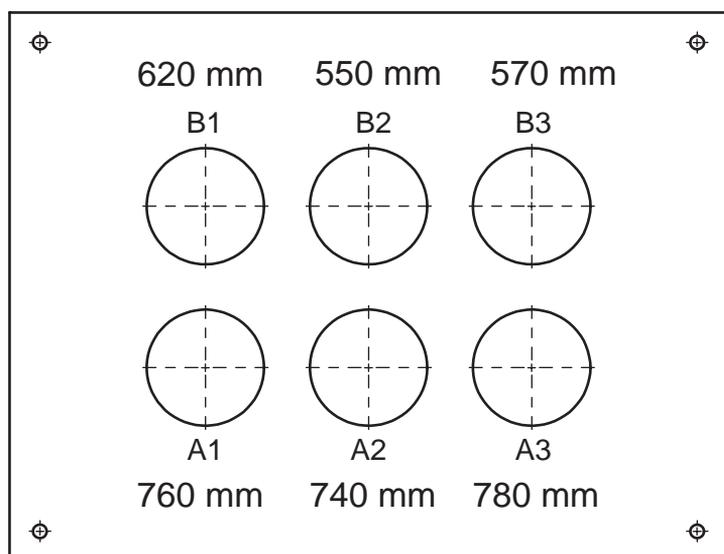
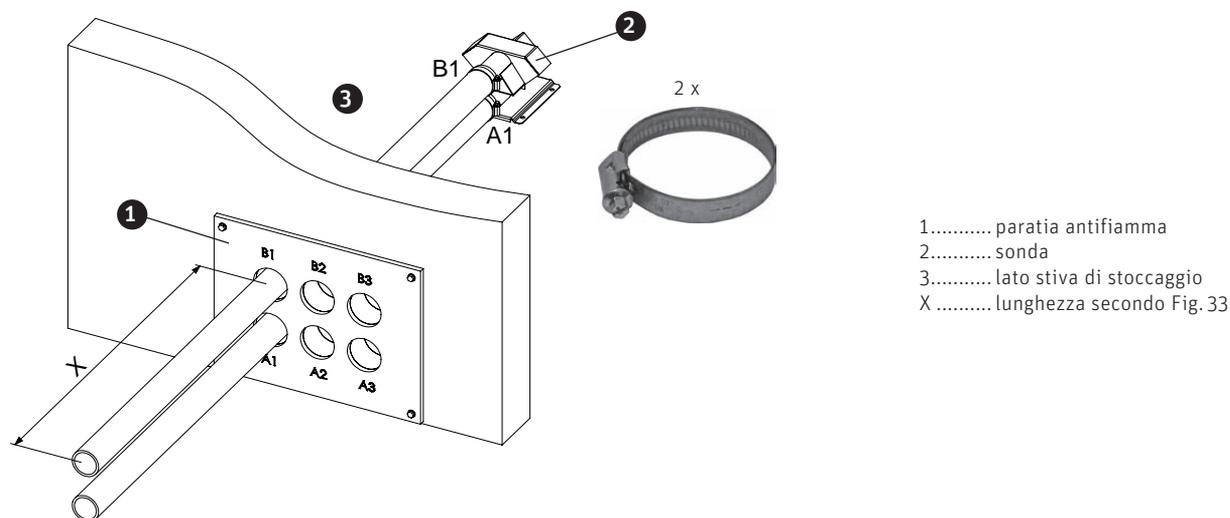

Fig. 33 Specifiche di lunghezza e designazioni dei collegamenti da A1 ad A3 e da B1 a B3
Fig. 34 Tagliare i tubi all'esterno della stiva di stoccaggio
- ▶ Far passare il tubo flessibile attraverso la paratia antifiamma con apertura "A1" (Fig. 33) e nel magazzino fino a 1. Posare la sonda in modo pulito – Fig. 34.
- Connettere il tubo alla connessione inferiore (A1) e fissarla con una clip per il tubo – Fig. 34.
- Tagliare il tubo flessibile all'esterno del magazzino alla rispettiva lunghezza specificata "A1" – Fig. 33, Fig. 34.
- Esporre il cavo di terra sull'avvolgitubo. Inserire il tubo tramite l'apertura „B1“ e indirizzarlo attraverso la camera di stoccaggio fino alla prima sonda – Fig. 33, Fig. 34.
- Connettere il tubo alla connessione superiore (B1) e fissarlo con una clip – Fig. 34.
- Tagliare il tubo flessibile all'esterno del magazzino alla rispettiva lunghezza specificata "B1" – Fig. 33, Fig. 34.